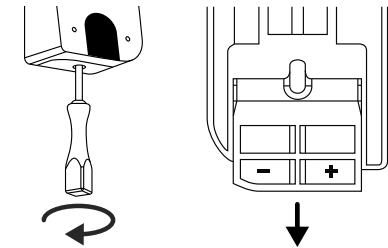

Abb. 3
③ Entfernen Sie die Schraube aus der Unterseite der Tastatur mit dem im Lieferumfang beiliegenden Tx8-Schraubendreher und ziehen Sie das Batteriefach nach unten heraus (Abb. 3).